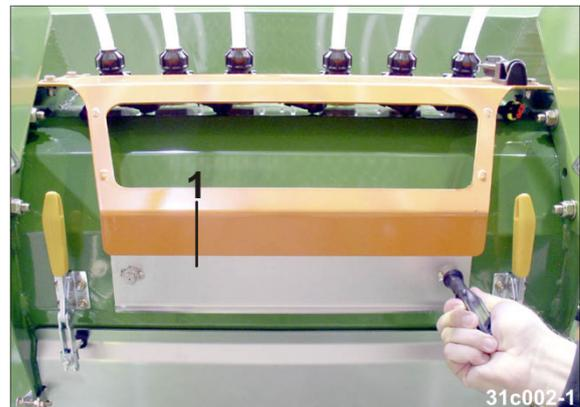

Fig. 274
3. Das Entleeren des Sammelbehälters (Fig. 274/1) erfolgt in der Regel nach Beendigung der Feldarbeit (siehe Kap. „Saatgutbehälter und/oder Saatgut-Vereinzelung entleeren“, Seite 186).